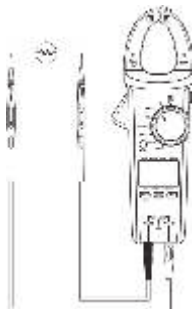

Рис. 9 Проверка целостности
7.6 Проверка целостности (см. рис. 9)